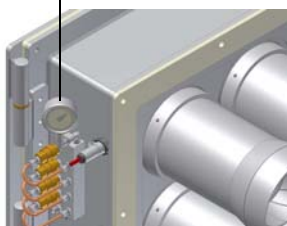

Рис. 24
- 9 Давление питания форсунки уже отрегулировано заранее на заводе-изготовителе и не должно изменяться. Только в случае необходимости, отрегулировать давление питания (см. соответствующий параграф) следующим образом: установить манометр в положение, указанное на Рис. 24, воздействовать на регулировочный винт VR насоса (см. Рис. 23) до получения на форсунке давления в 20 бар (форсунки Monarch - см. график на Рис. 19);